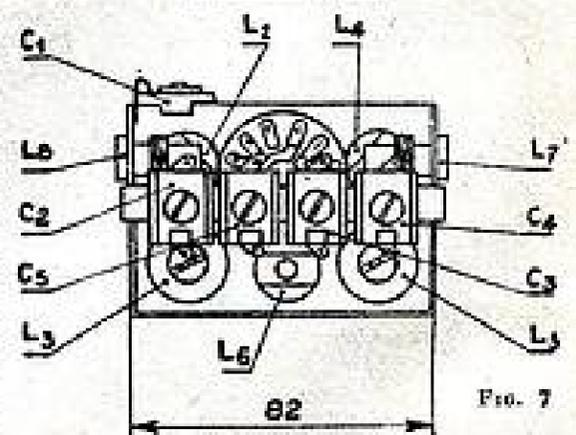

FIG. 7
**Gamme PO :** 1° régler  $C_1$ ,  $C_2$  et  $C_3$  sur 1500 kc/s avec l'aiguille sur la déviation 15 (voir figure 7).